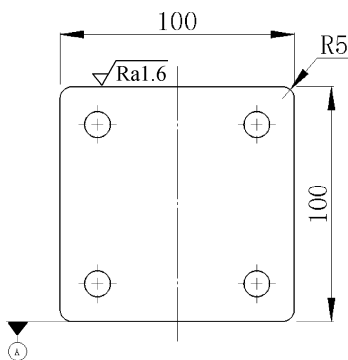

图 12-63 添加基准符号
10) 添加基准符号。设置完成后, 移动光标到需要添加基准特征的位置单击, 然后拖动鼠标到合适的位置再次单击即可完成标注, 单击 $\checkmark$  (确定) 按钮, 即可在图中添加基准符号。如图 12-63 所示。